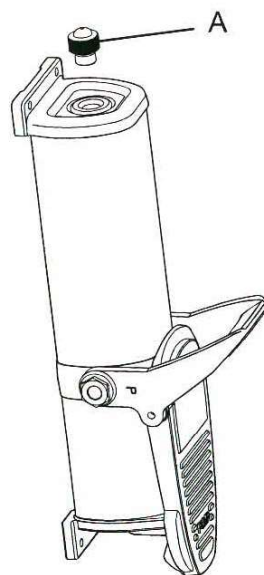

Fig. 6
- Pumpe mit Luftmotor nach unten anbringen (Abb. 6).
- Öleinfüllschraube entfernen (Abb. 6, Pos. A).